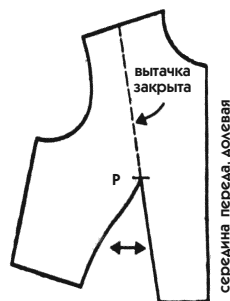

Рис. 104
3. Закройте вытачку на груди, сблизив обе линии, и сколите булавкой. Это вызовет изменение вытачки по талии, которая окажется увеличенной на глубину верхней вытачки (см. рис. 104).
- В соответствии с ранее данными объяснениями вырежьте лекало, сделанное по рис. 104, оставляя поля шириной 4—5 см. Не вырезайте вытачку. Впрочем, не делайте так и в других случаях, без особой на то причины (причина появится при перенесении контуров вытачки на ткань).